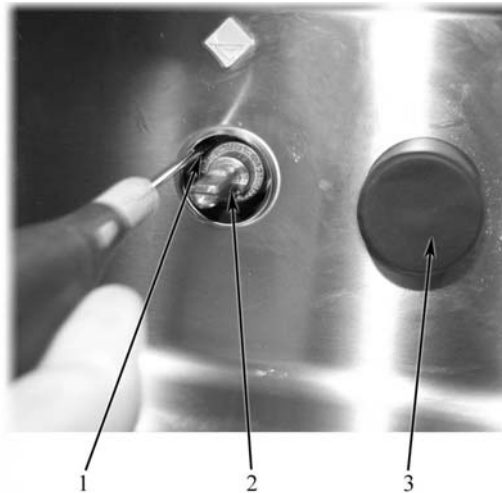

Abb. 9
- Für den Betrieb mit Flüssiggas muss die Einstellschraube (Pos. 1 auf Abb. 9) vollständig hineingeschraubt werden.
- Für den Betrieb mit Flüssiggas die Knäufe abnehmen, einen Schraubenzieher in die Öffnung einführen und die Schraube (Pos. 1 auf Abb. 9) vollständig anziehen